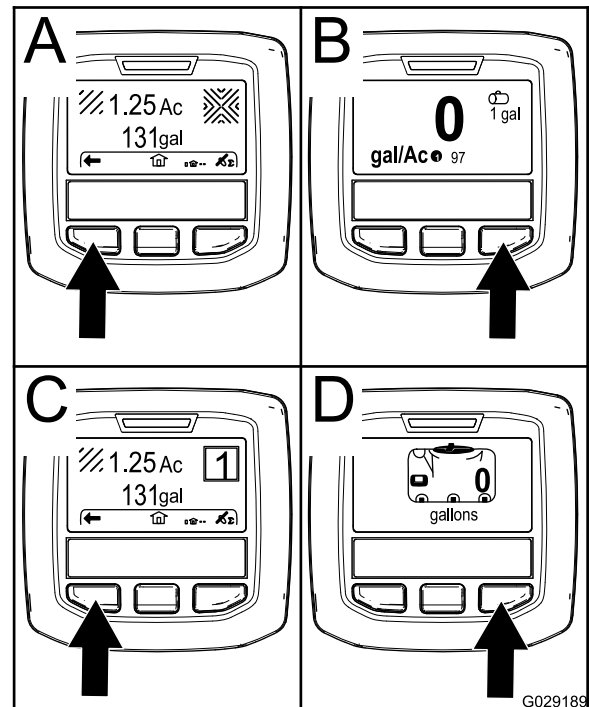

Figura 60
- Botón de selección derecha: **superficie total fumigada** (Figura 60 A)
- Botón de selección derecha: **caudal de aplicación** (Figura 60 B)
- Botón de selección izquierda: **subsuperficie fumigada** (Figura 60 C)
- Botón de selección izquierda: **volumen del depósito** (Figura 60 D)